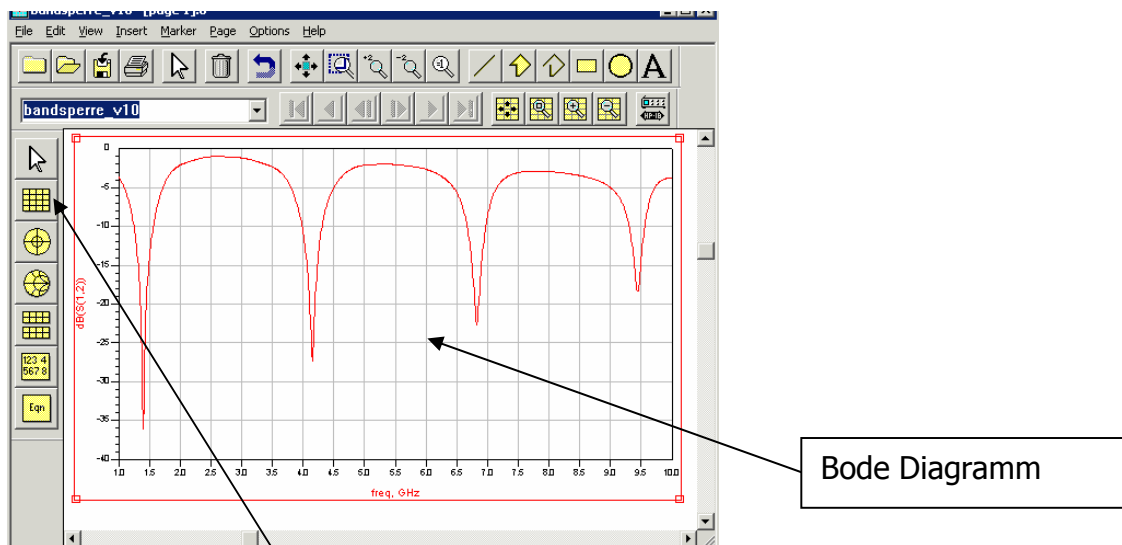

Abbildung 4: Darstellung der Simulation
- Simulationsfenster erscheint automatisch (siehe Abbildung 4: Darstellung der Simulation)
- im Simulationsfenster Art des Diagramms und darzustellende Größe auswählen (Abbildung 4: Darstellung der Simulation)